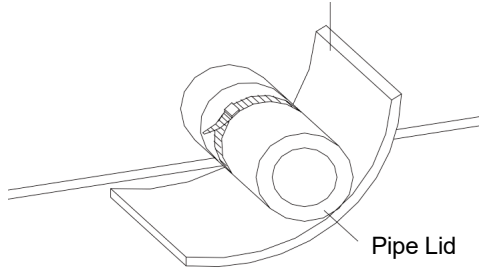

Fig.13 Isolamento térmico do tubo de condensados
- O tubo de condensados deve manter um ângulo de inclinação de $5^{\circ} \sim 10^{\circ}$, o que pode facilitar a drenagem da água condensada. E as juntas do tubo de condensados devem ser isoladas para evitar a condensação (veja a Fig. 13).